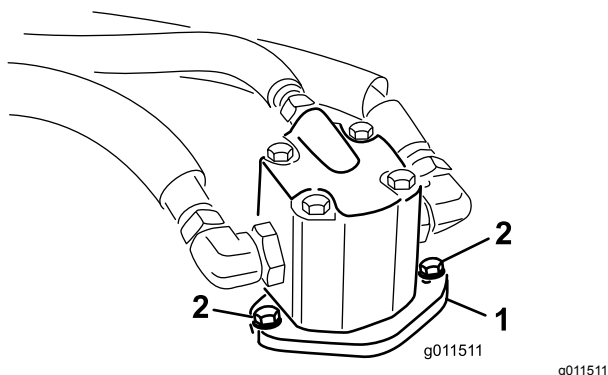

Figura 102
4. Retire os parafusos que fixam o motor hidráulico à plataforma do cortador (Figura 102).